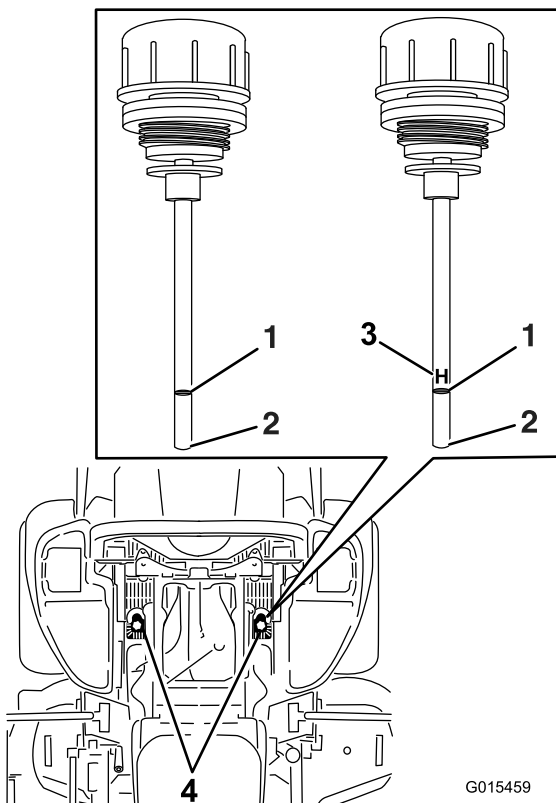

Figura 103
5. Pulite l'area attorno alle aste di livello dei serbatoi dell'impianto idraulico (Figura 103).
6. Togliete un'asta di livello dal serbatoio idraulico (Figura 103).
8. Togliete l'asta e controllate l'estremità (Figura 103).